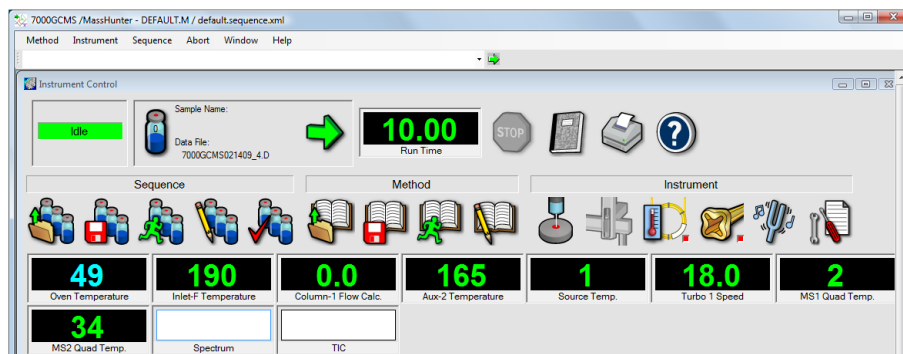

Рис. 8 Упорядочивание мониторов
- 10 Выберите команды **Window > Arrange Plots and Monitors** (Окно > Упорядочить графики и мониторы) или щелкните и перетащите каждый монитор в нужное положение. См. один из способов упорядочивания мониторов на Рис. 8.